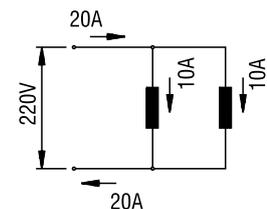

Figura 1.5b
- ligação em paralelo (figura 1.5b), em que é aplicada às duas cargas a tensão do circuito. Neste caso, a corrente em cada carga será a metade da corrente total do circuito para cargas iguais.